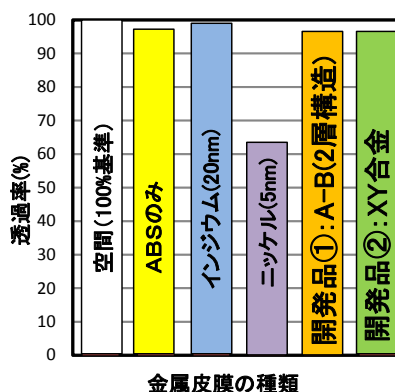

図6 新たな金属皮膜のミリ波透過性
他の複数の金属についても ABS 基材上に皮膜を形成し、SEM による構造観察および表面抵抗測定を実施した。スパッタリング装置はキャノンアネルバ製の SPF-332H を用いた (図 2)。金属種とともに電力、導入アルゴンの圧力、スパッタリング時間を変更した。また、単一金属の皮膜形成だけでなく同一基板に 2 回スパッタリングを行い 2 層構造の皮膜形成も試みた。これらの中から表面抵抗が大きい皮膜を選びミリ波透過性評価を行った。比較目的の金属を含め、これらの系の結果を図 6 に示す。これによりインジウムと同等なミリ波透過性を有する新たな A-B の 2 層構造の系と合金 XY 系が見いだされた (開発品①②)。またニッケルはかなり薄くても透過しにくいことも分かった。なお特許出願を予定しているため、開発皮膜の形成条件と元素名は明記していない。